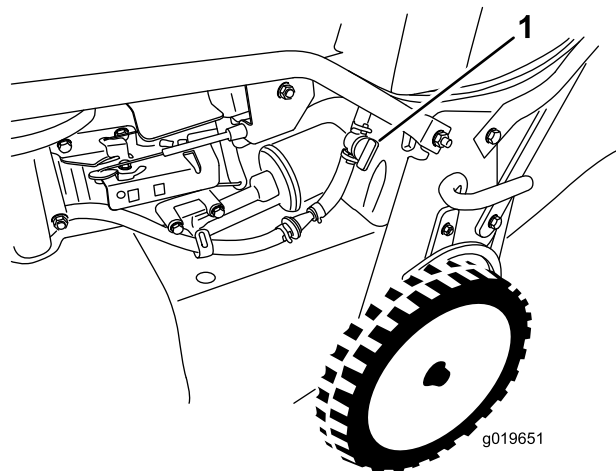

Рисунок 19
2. Откройте отсечной топливный кран (Рисунок 19).